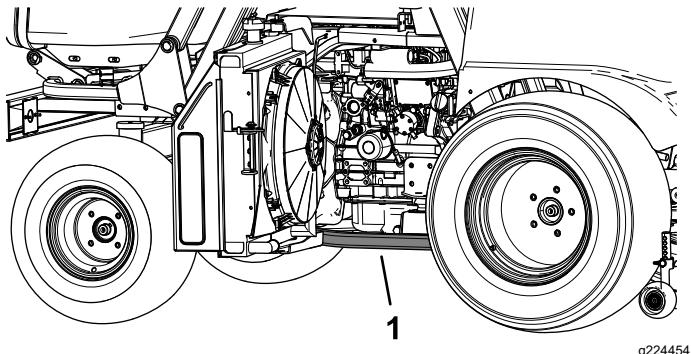
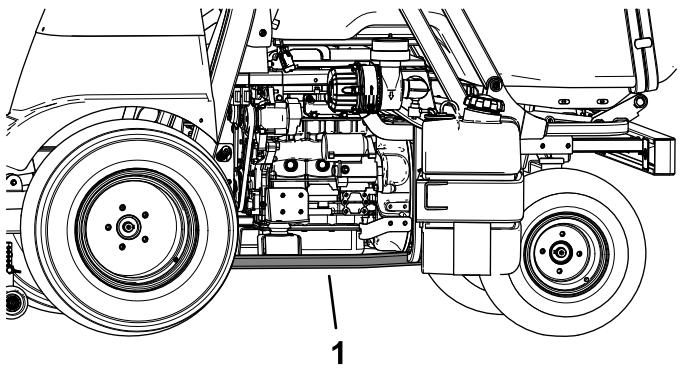

Bild 38
Bild 39
2. Stellen Sie einen Wagenheber unter das Rahmenrohr (Bild 38 und Bild 39), direkt unter das Überrollsitzrohr oder so nahe wie möglich.